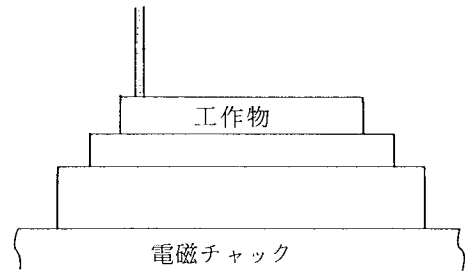

図3-16
- ② サドルをクランプする。
- ③ 砥石と工作物上面の基準合せ。
- c. テーブル左右送りハンドルで、工作物を砥石の右側に移動し、工作物と砥石を離す。(図3-16)